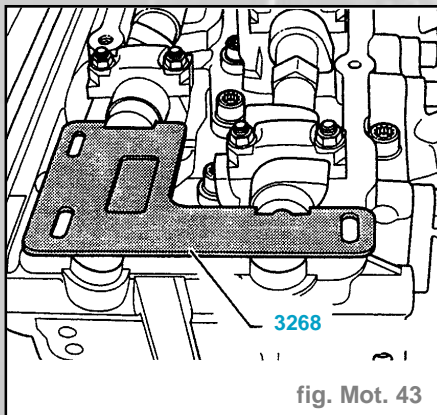

fig. Mot. 43
- La règle pour arbres à cames 3268 doit pouvoir être engagée dans la rainure de l'arbre à cames longue et arriver à ras de l'épaulement de l'arbre à cames court (fig. Mot. 43).